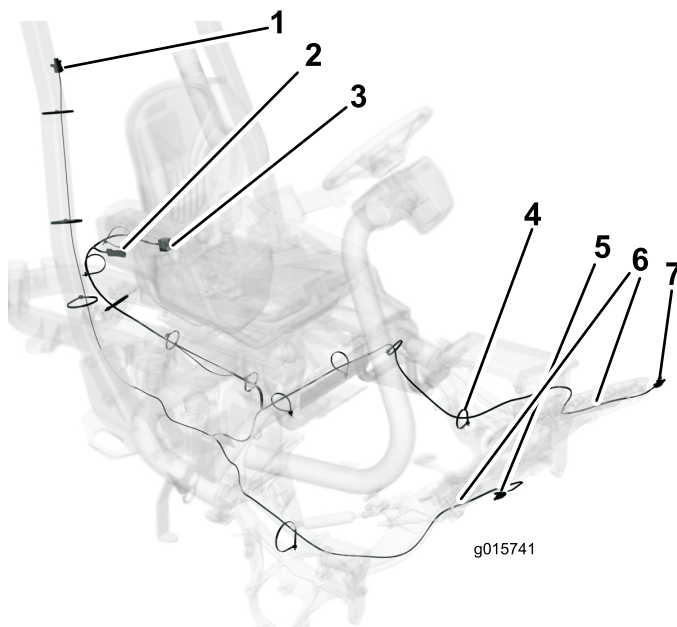

Figura 3
4. Encaminhe a cablagem do ROPS para a lâmpada traseira, prendendo-a com braçadeiras de cabos (Figura 3).
5. Encaminhe a cablagem da consola para baixo para a estrutura do banco com cintas de cabos como se mostra em Figura 3.
9. Empurre a cablagem para os furos nos lados esquerdo e direito (Figura 3).